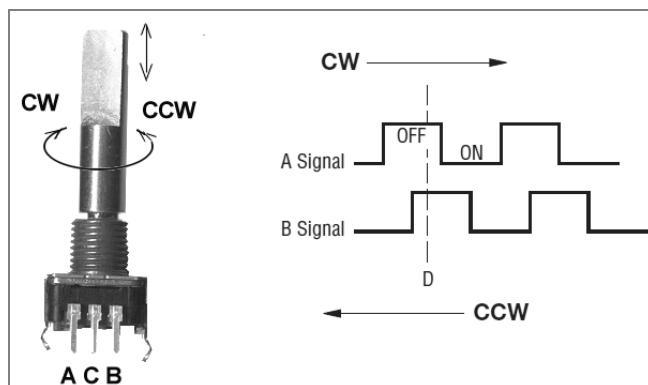

Abb. 10.9: Drehgeber mit Bourns PEC11-4230F-S0024 und Signalverlauf nach Datenblatt
Zur Bedienung eines Geräts, aber auch zur Messung eines Drehwinkels bei einem Antrieb, werden Inkrementalgeber verwendet. Diese Drehgeber haben zweikontakte (A und B) und geben abhängig vom Winkel einen einschrittigen Code (Gray Code) aus. Das bedeutet, dass weder bei einer Drehbewegung im Uhrzeigersinn (CW) noch im Gegenuhrzeigersinn (CCW) beide Schalter gleichzeitig den Schaltzustand wechseln werden. Der unten abgebildete und verwendete Drehgeber von Bourns PEC11-4230F-S0024 (rs-components.de, Bestellnummer 737-7764) hat zusätzlich einen Kontakt, der durch Drücken (Pfeilrichtung in Bild 10.9) betätigt werden kann. Mit dem Drehgeber kann man eine schöne Menüführung aufbauen.